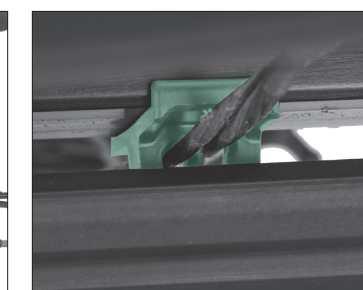

FIGURE 4
- 1b** Glissez la glissière des câbles dans l'ouverture à l'extrémité du fût tout en glissant la corde vers le bas à partir du haut du rail. (Fig.4)